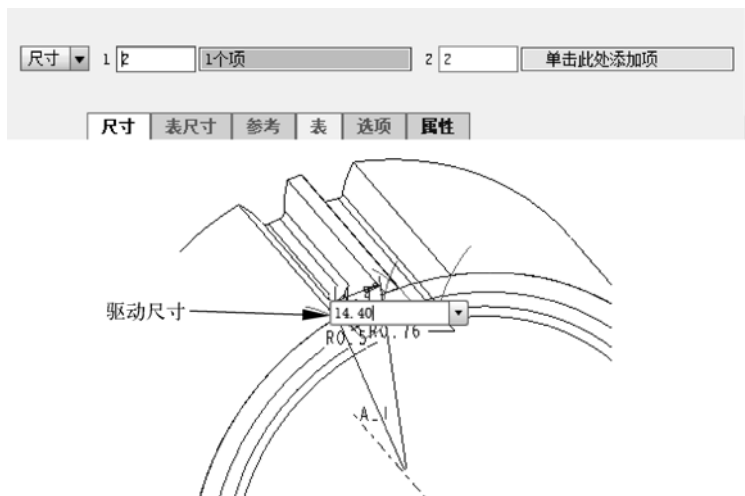

图 6-84 选择驱动尺寸
- 06** 在模型树中选中组，然后单击“阵列”按钮，打开“阵列”操控板。在工作区中选择复制特征时的旋转角度参数作为驱动尺寸，如图 6-84 所示。